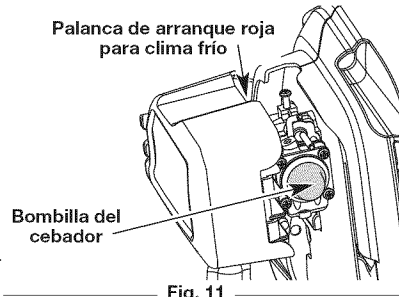
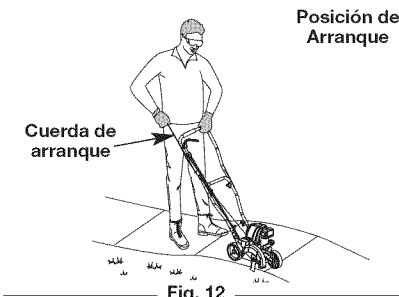

Fig. 11
Fig. 12
**ADVERTENCIA:** Evite los arranques accidentales. Colóquese en posición de inicio cuando tire de la cuerda de arranque (Fig. 12). El operador y la unidad deben estar en una posición estable al arrancar la unidad para evitar graves lesiones personales.
**SI HAY FRÍO...** En tiempo de frío (por debajo de 40°F), mueva hacia abajo la palanca de arranque roja para clima frío (Fig. 11) a fin de ponerla en la posición cerrada, y continúe con el paso 3. **NO** mueva esta palanca si la temperatura está por encima de 40°F.
3. Oprima completamente y libere la pera del cebador 10 veces, lentamente. Deberá verse alguna cantidad de combustible en la pera del cebador (Fig. 11). Si no puede ver combustible en la pera, oprima y suelte la pera tantas veces como sea necesario hasta que vea combustible en la misma.
4. Párese en la posición de arranque (Fig. 12).
5. Apriete y mantenga apretado el **ENCENDIDO (I)** botón del arrancador de potencia eléctrico o el taladro equipado accesorio arrancador de potencia para taladro en intervalos de no más de 2 segundos cada hasta que la unidad arranque.
8. Párese en la posición de arranque (Fig. 12). Incline la unidad hacia atrás de modo que la cuchilla no toque la tierra.